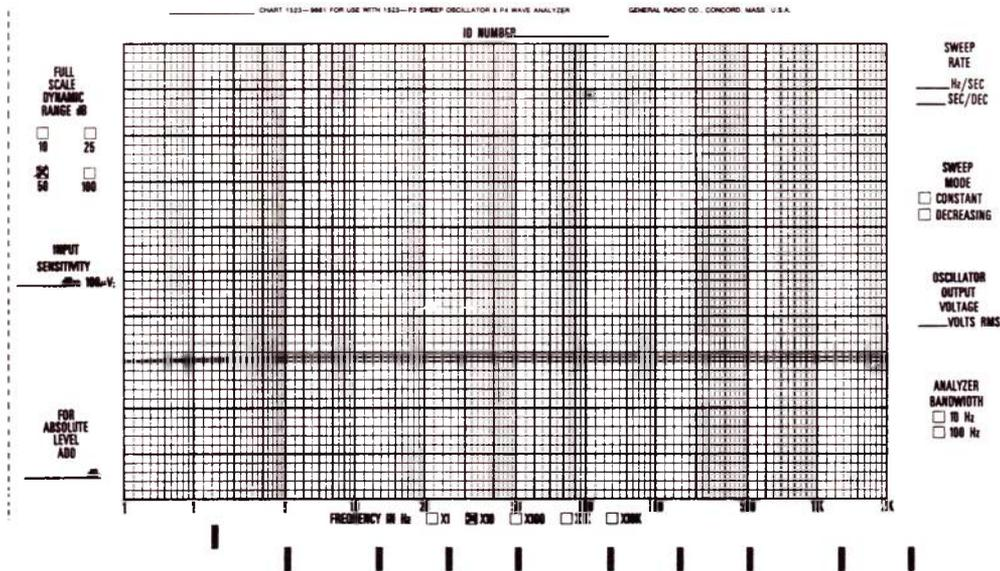

figure 6
La courbe de réponse de l'une des voies du module BEO 131, est donnée à la **figure 6**, pour des fréquences comprises entre 10 Hz et 20 kHz. On ne peut qu'apprécier sa remarquable linéarité, puisque les écarts n'atteignent même pas 0,5 dB (ce qui correspond, d'ailleurs, à la précision de notre matériel de mesure).
- Bande passante : voir texte et figure 6